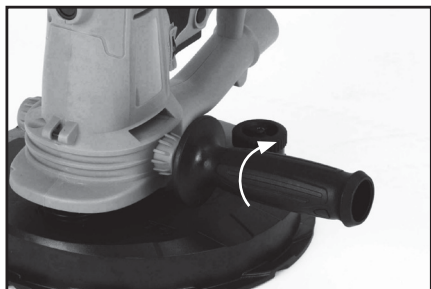

Fig. 1
- Fäst sidohandtaget till maskinen genom att skriva fast det i den föredragna naven på vänster eller höger sida av maskinen. **(Fig. 1)**